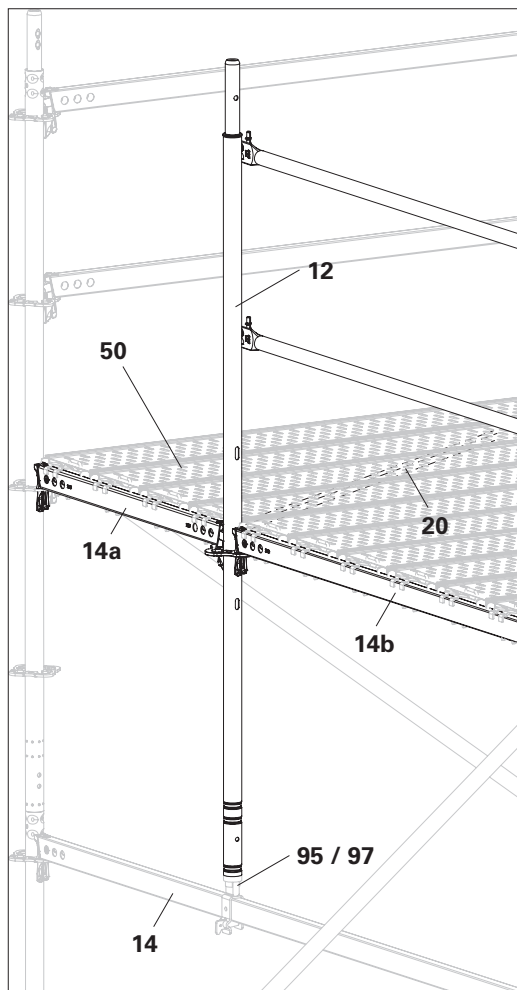

Fig. A11.11
1. Montare il montante verticale (12), ad es. UVR + EPW o montante Easy EVM 200, partendo 1 m sotto il livello dell'impalcato, sul corrente orizzontale (14) e il connettore UH-2 (95).
2. Montare 2 correnti orizzontali adatti (14a + 14b) al livello della passerella. (Fig. A11.11)
- Verificare la capacità di carico del corrente orizzontale (14). Se necessario, montare un corrente orizzontale UHV.
- Montare gli impalcati (50) perpendicolarmente al lato di accesso. Altrimenti collidono con il montante verticale indipendente (12).
- Se gli impalcati sono montati parallelamente al lato di accesso: per il rinforzo orizzontale, montare anche una diagonale orizzontale UBH Flex (20) o un pilastro utilizzando giunti standard.